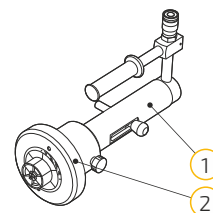

Рис. 4.5.4
- Закрепить на гидроцилиндре 1 расширительную насадку 2 требуемого размера (рис. 4.5.4).